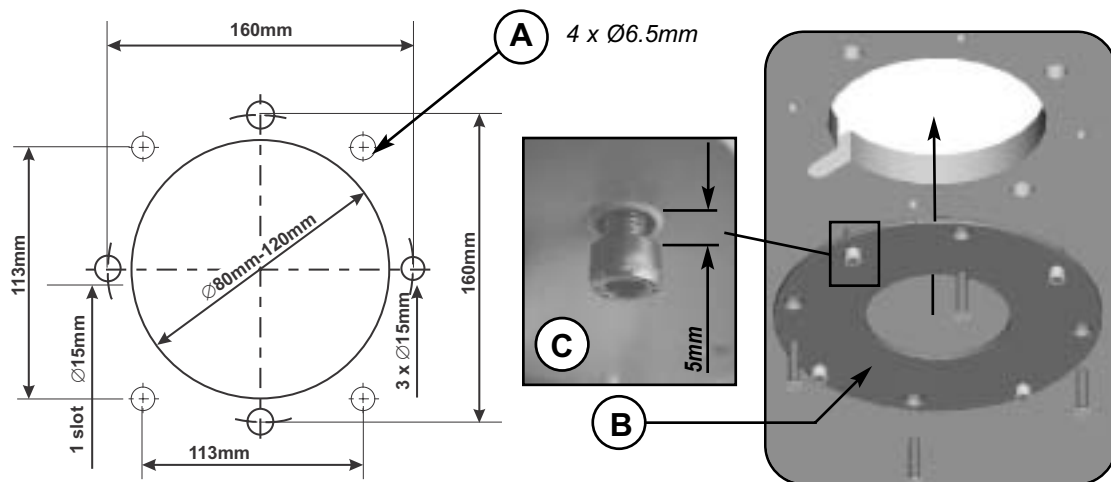
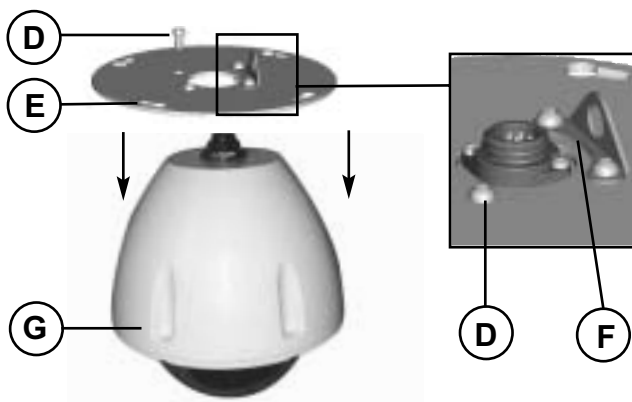
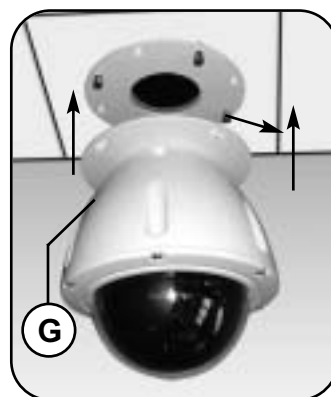

Fig.5 Modello per foro a soffitto
Fig. 6
Fig. 7
Praticare il foro nel soffitto tagliando o perforando, come mostrato nella (fig.5) (Nota: i supporti di fissaggio per il foro (A) non sono forniti da Dedicated Micros a causa del materiale e dello spessore variabile del soffitto sul luogo. Scegliere supporti di fissaggio M6 adatti, con testa fresata piana per la vostra applicazione.) Fissare il disco di montaggio (B) al soffitto con i supporti di fissaggio scelti e avvitare nella boccola 4 viti M6 x 16 fornite, come mostrato (C). Fissare il disco di trasferimento (E) alla parte superiore dell'involucro del domo (G) con le 4 viti autofilettanti M6 del domo (D) preparate (fig.6) (Nota: Fissare il supporto del fissaggio di sicurezza (F) come mostrato).Dirigere l'involucro del domo verso il disco di montaggio a soffitto (fig.7) inserendo le teste delle viti (C) nelle fessure (G). Ruotare per localizzare e stringere i fissaggi (C).